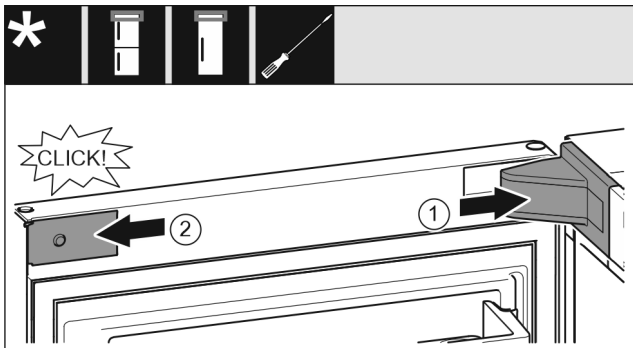

Fig. 33
- ▶ Așezați apărătoarea suporturilor de lagăr și fixați-o în poziție, după caz, desfaceți-o prin apăsare cu precauție. Fig. 33 (1)
- ▶ Aplicați și fixați în poziție masca. Fig. 33 (2)